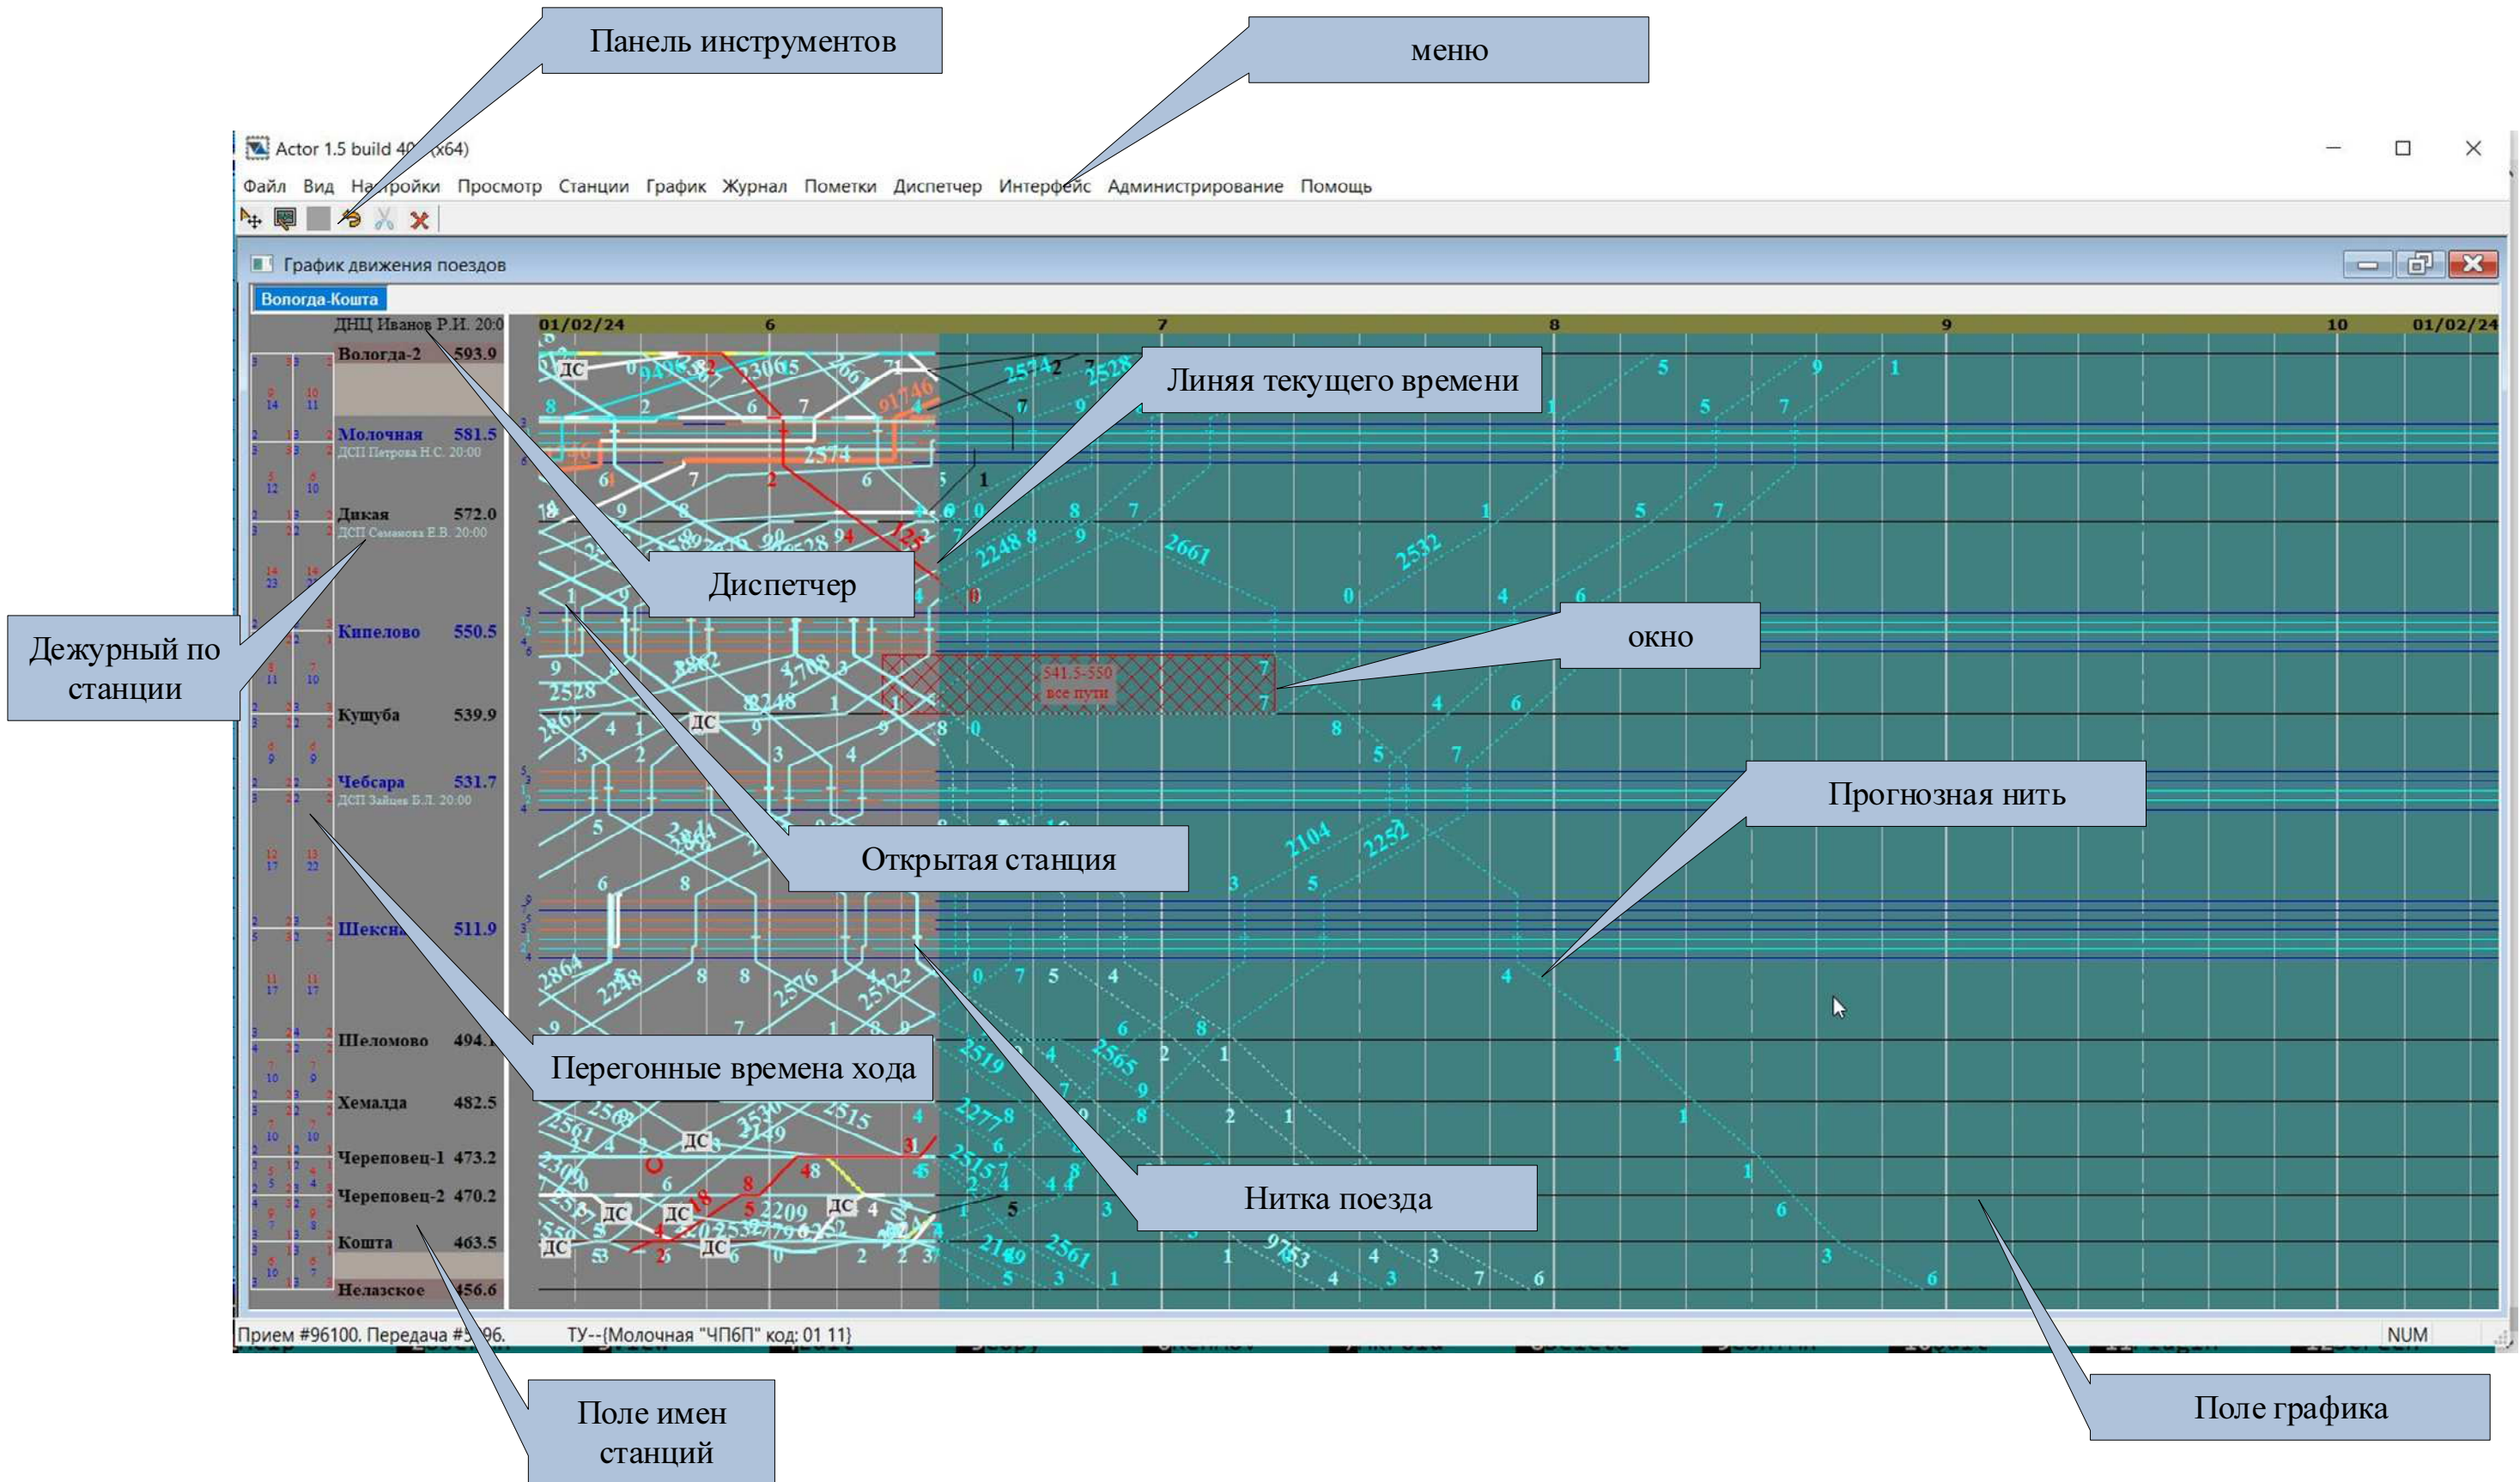
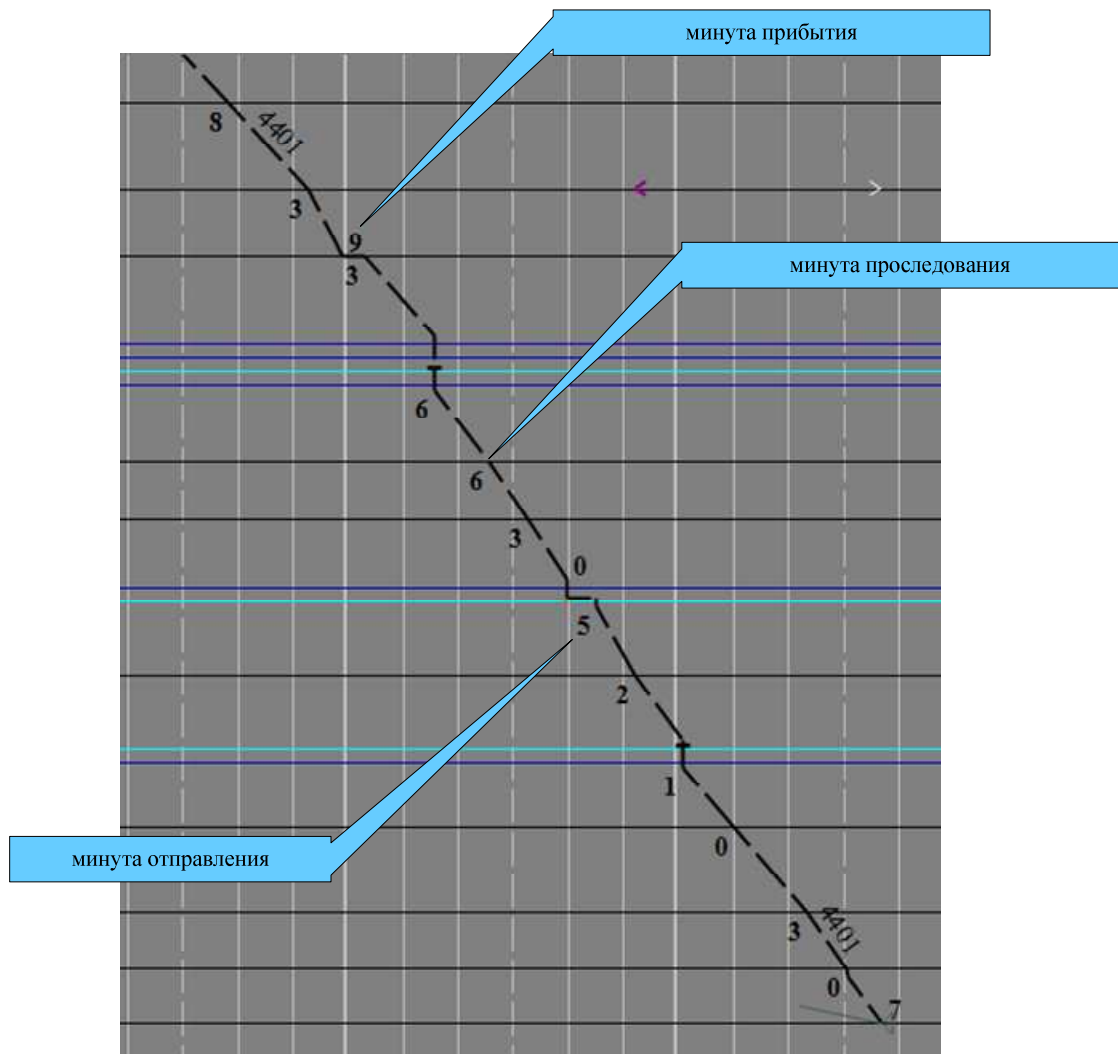

Рис.2. Вид поля ГИД. График построен по сообщениям из системы ДЦ
Рис.9.Отображение минут поездных событий по нити на графике
1. **Основное меню** (см. рис. 2, 4, 5): предназначено для выполнения основных операций.
5. Поле ГИД. (см. рис. 2, 3). Открывается в окне, которое можно закрыть и размеры которого можно изменить. На поле ГИД отображаются:
1. **Панель инструментов:** предназначена для быстрого доступа к основным командам меню (см. рис. 2, 3)
2. **Панель вкладок графика** (появляется как дополнительное поле, если к просмотру доступны несколько вкладок) предназначена для отображения названий диспетчерских участков (см. рис. 2, 3).
3. **Панель времени:** предназначена для вывода значения текущего времени. Включается и выключается при помощи пункта основного меню Просмотр /Панель времени (см. рис. 2).
7. **Поле исполненного или нормативного графика движения поездов** (далее **поле графика**) (см. рис. 2, 3): предназначено для отображения основных элементов ГИД:
- **временная сетка** (см. рис. 2): отображается в традиционном виде с дискретностью 10 минут, перемещается относительно линии текущего времени, подвергается масштабированию (увеличению/уменьшению) для детального просмотра ГИД;
- **исполненные нити движения поездов** (см. рис. 2): отображаются по факту свершения поездных операций. Могут быть **идентифицированными** (имеют номер) и **неидентифицированными**. Содержат минуты поездных операций (см. рис. 9). Неидентифицированные нити отображаются белым цветом, идентифицированные – цветом, определенным в настройках системы (см. п.8.5.). При наведении указателя «мыши» на нить она подсвечивается (такая нить в дальнейшем называется **выделенная** нить). При наведении указателя «мыши» на идентифицированную нить выводится информационное окно с информацией о нити (номер, индекс поезда, вес и длина в условных вагонах);
- **отметки сообщений АСОУП** (засечки) (см. рис. 2, 3): предназначены для автоматической идентификации поездов по сообщениям со станций участка, при наведении указателя «мыши» засечка подсвечивается и выводится информационное окно с информацией о нити (номер, индекс поезда, вес и длина в условных вагонах, время и место свершения поездного события). Подробно различные типы засечек представлены на рис.42.
- **пометки**: предназначены для ввода произвольного текста на поле графика (см. рис. 2);
- **«окна»**: предназначены для отображения «окон» на поле ГИД (см. рис. 2);
- **предупреждения**: предназначены для отображения действующих предупреждений на поле графика (см. рис. 2);
- **линия текущего времени**: предназначена для отделения будущего и прошлого времени на поле графика (см. рис. 2);
- **всплывающие информационные окна** (см. рис. 2): предназначены для предоставления информации об элементах ГИД